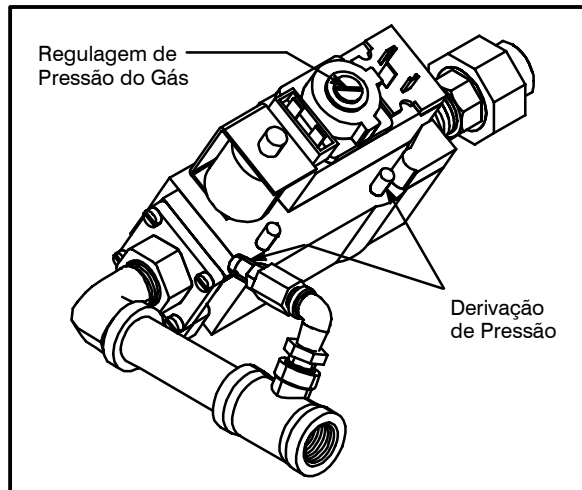

Figura 18
7. Regular a pressão do gás, se necessário. Veja Figura 18.